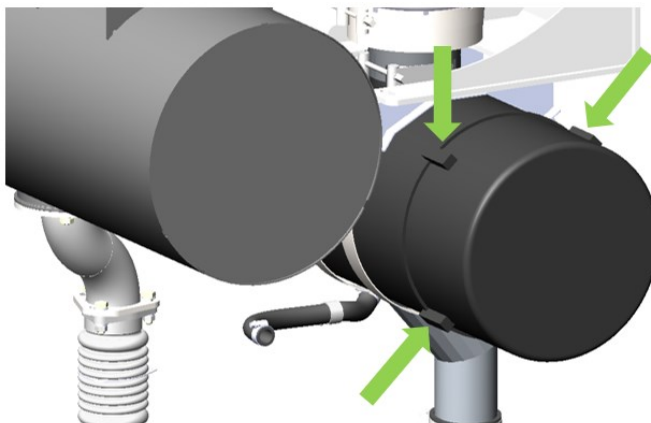

Рисунок 5.31. Корпус воздушного фильтра Тип 1
- ▶ Отщелкнуть 3 застёжки на корпусе фильтра, см. рис. 5.31.
- ▶ Установить крышку фильтра на место и защелкнуть 3 застёжки, рис. 5.31.